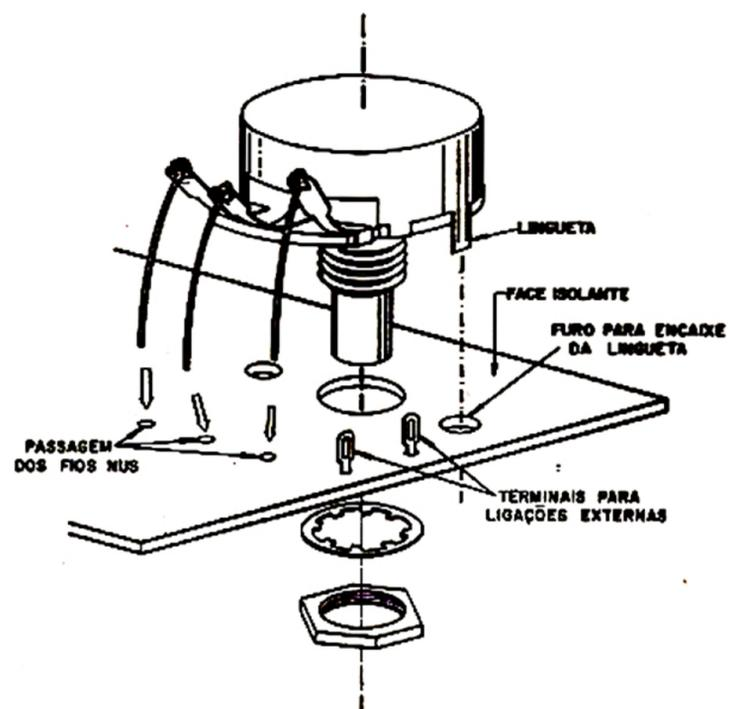

Figura 10
- 8 - Coloque e fixe os potenciômetros nos respectivos lugares. Consulte a figura 10. Cuidado para não inverter as posições.